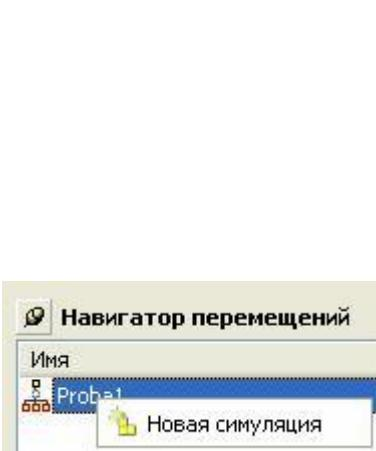
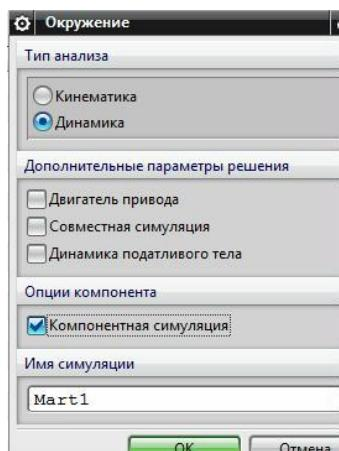
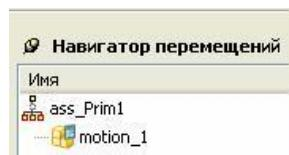

Рис.19
рис.20
Рис.23
- Мы ставим курсор на эту строку, и в контекстном меню (рис.19) выбираем команду *Новая симуляция*. В ответ система предоставляет диалоговое окно “Окружение” (рис.20).
- **ИМЕЙТЕ В ВИДУ**, что диалоговое окно *Окружение* (рис.20) вы всегда можете вызывать следующим образом:
- Имя проекта симуляции вы можете задать в поле “*Имя симуляции*” (рис.20). По умолчанию система всегда предлагает имя *motion_1*.
- После нажатия на клавишу **OK** в окне рис.20 в рабочем поле ничего не изменится, а состояние *Навигатора перемещений* станет таким, как на рис. 23. Под строкой с именем статической сборки появится строка с именем проекта симуляции.
А если вы нажмете **Отмена**, то в навигаторе перемещений останется только единственная строка ***motion_1*** (рис. 23). И далее вам придется «вручную» определять и детали механизма, и кинематические пары между ними.
- Итак, в нашей ситуации состояние навигатора перемещений остается таким, как на рис.23.